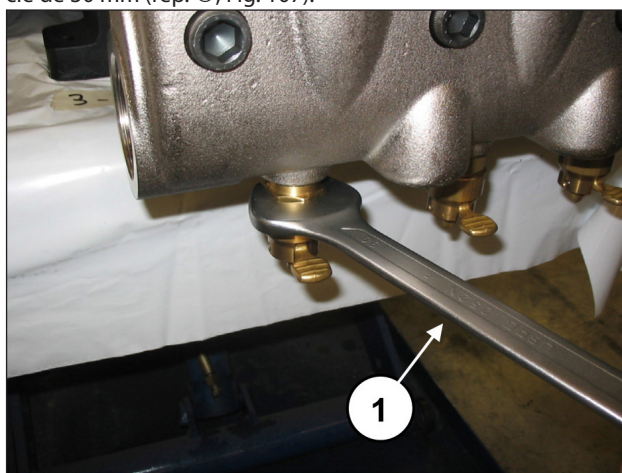

Fig. 107
Dévisser le dispositif d'ouverture des soupapes à l'aide d'une clé de 30 mm (rep. ①, Fig. 107).